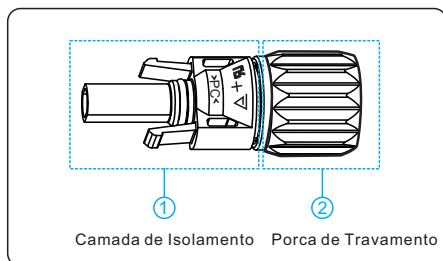
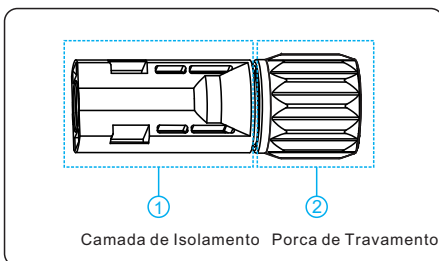

Figura 5.8 Composições de conectores positivos
Figura 5.9 Composições de conectores negativos
c. Conectores de String fotovoltaicas: conectores de entrada CC positivos e negativos são usados, conforme mostrado na Figura 5.8 e Figura 5.9.